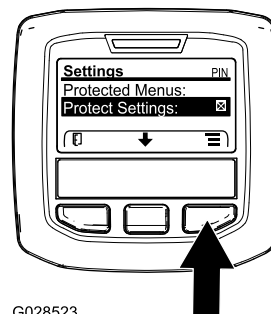

図 41
1. 保護メニューにアクセスし、サブメニューのロックを解除する 図 41 アクセス制限付きメニューへのアクセス \(ページ 23\)を参照。